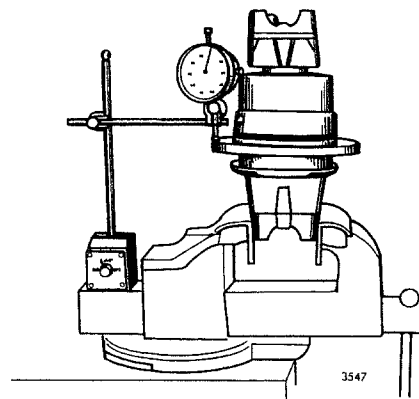

Fig 09–9. Kontroll av lagerspel
2. Montera lager och tätningsringen i stödlagrets bakre ände, se fig 09–8.
7. Kontrollera och eventuellt justera lagerspelet, se fig 09–9. Det axiella lagerspelet skall vara 0,04–0,09 mm.